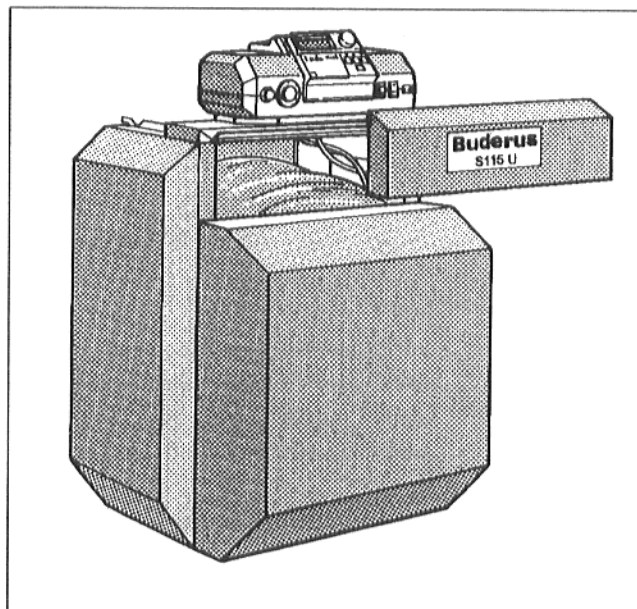

Fig. 26
- Accrocher la partie supérieure de la façade par sa cornière au capot avant de la chaudière (Fig. 26).
- Enlever le capot du brûleur* (le soulever avec les deux mains par les côtés et le tirer vers l'avant - Fig. 26).